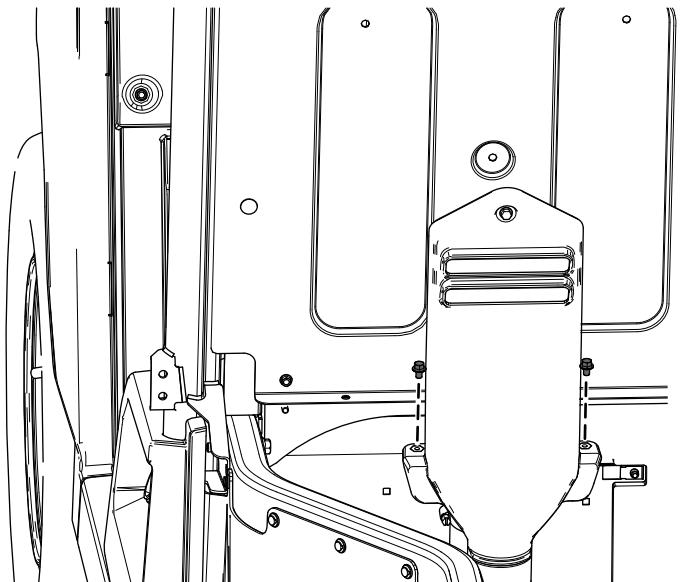

Figura 23
- A. Rimuovete i 2 bulloni a testa flangiata ( $\frac{1}{4}" \times \frac{3}{8}"$ ) dalla cappa della presa d'aria CVT (Figura 23).